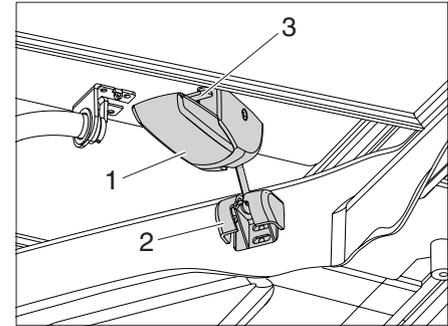

Bild 27 Verriegelungen links und rechts entspannen
- ▶ Sicherungshebel (Bild 27,3) nach oben drücken und gleichzeitig Verriegelung (Bild 27,1) links und rechts nach unten ziehen.
- ▶ Bolzen (Bild 27,2) aus der Aufnahme nehmen.